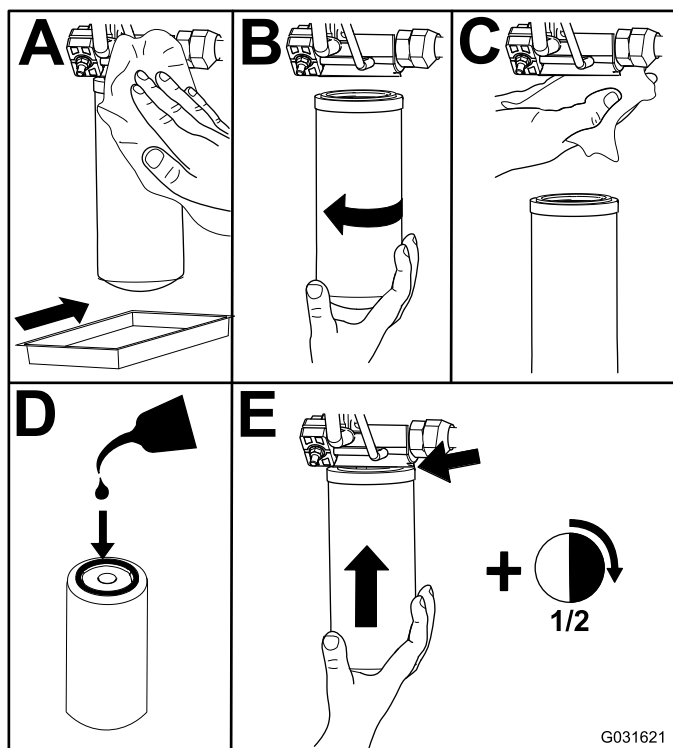

Figura 74
2. Sostituite i filtri idraulici (Figura 74).